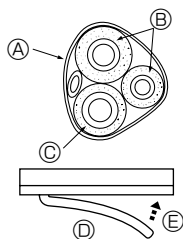

Fig. 5-5
- Leid de afvoerslang diagonaal onder de verbindingspijpen door. (Fig. 5-5)